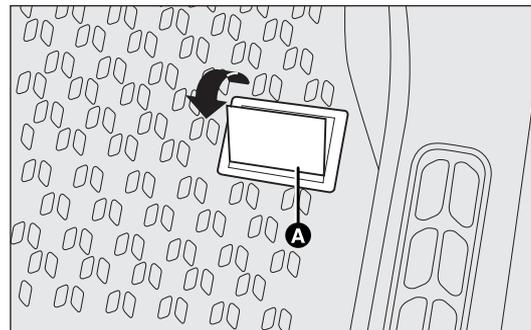

fig. 191
- sur le plancher de l'habitacle près du siège avant droit ; pour y accéder, il faut ouvrir le volet A-fig. 191